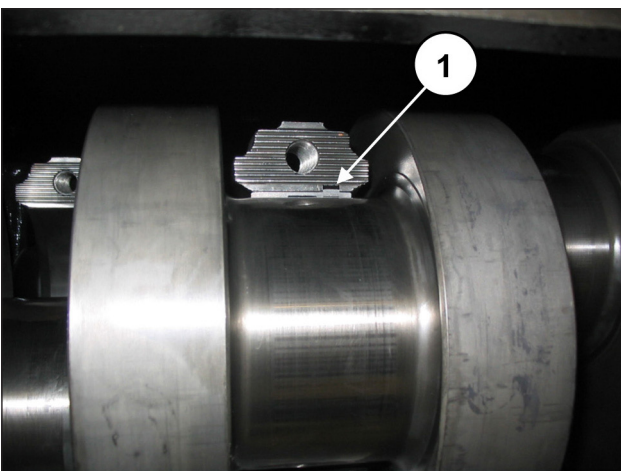

Fig. 57
Pour monter correctement les demi-coussinets, s'assurer que la languette de repère des demi-coussinets se trouve dans son logement sur la demi-bielle (rep. ①, Fig. 57).